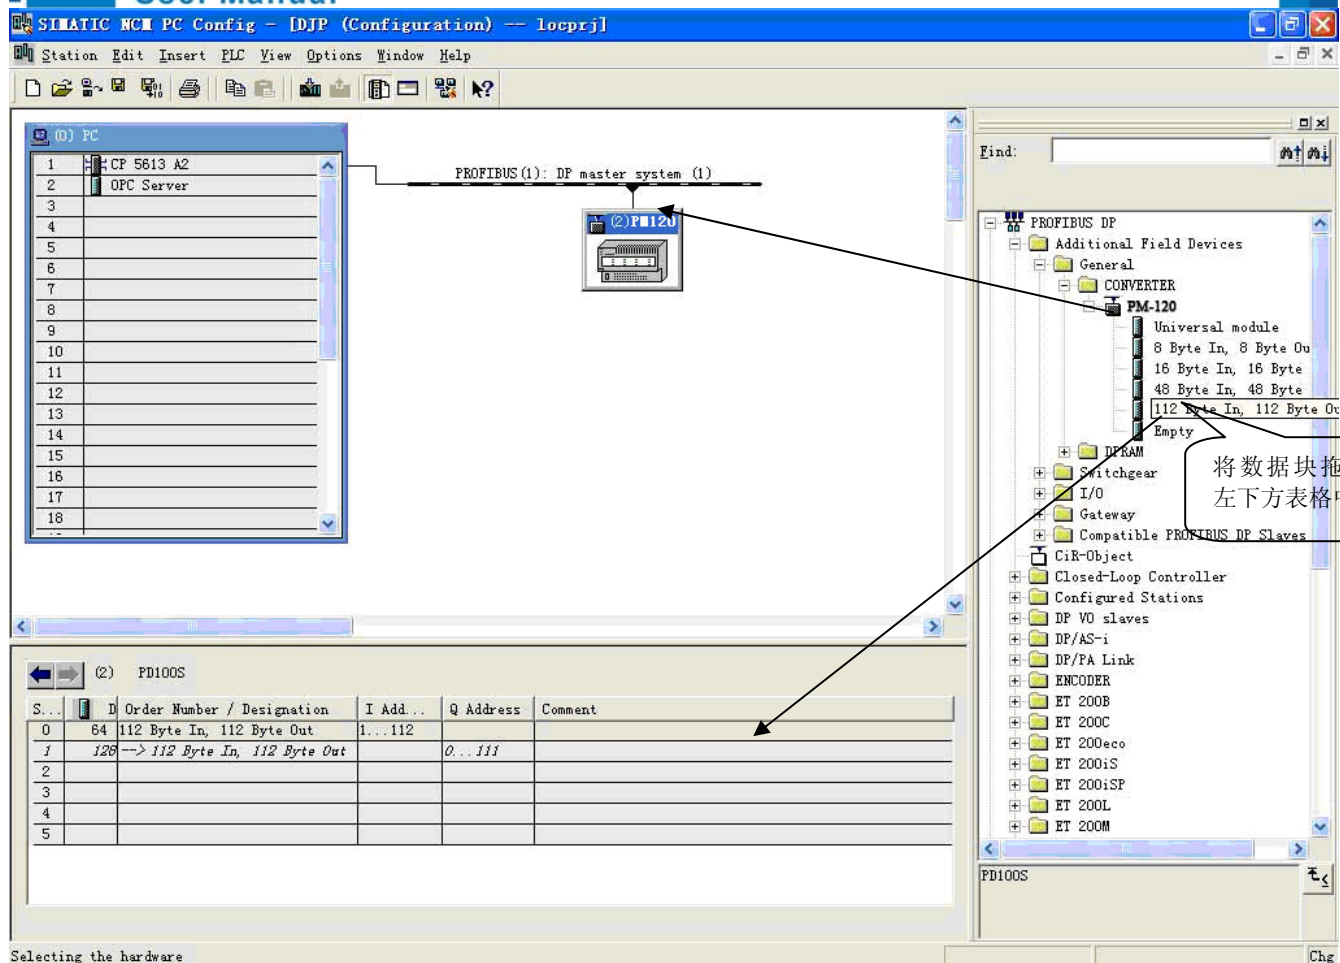

图 10
11. 将从站 PM-120 配入到 PROFIBUS 网络配置当中，并将输入输出数据块，映射到 S7-300 或者其它控制器的内存当中。如图 10:
④ 当在图 10 中分别设置了输入数据模块和输出数据模块，则在配置软件中按照模块在组态软件中槽位的先后顺序设置“Profibus 配置数据”。例如：当在组态软件中设置 20words 输入输出时，且输入数据块在前，输出数据块在后，则在 GT-123 中“Profibus 配置数据”中的设置如下：